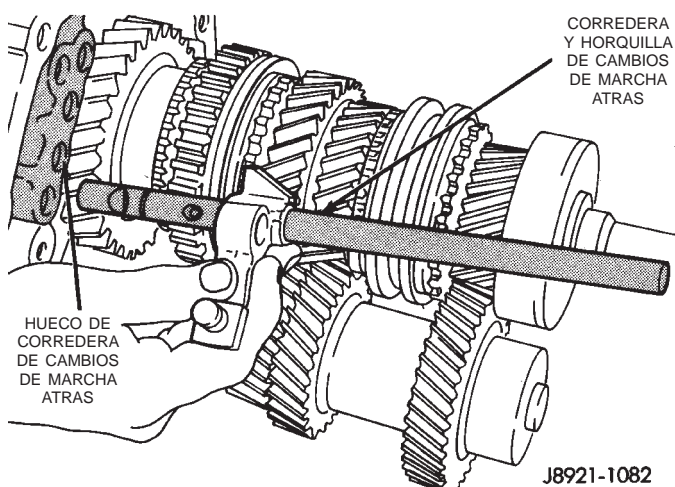
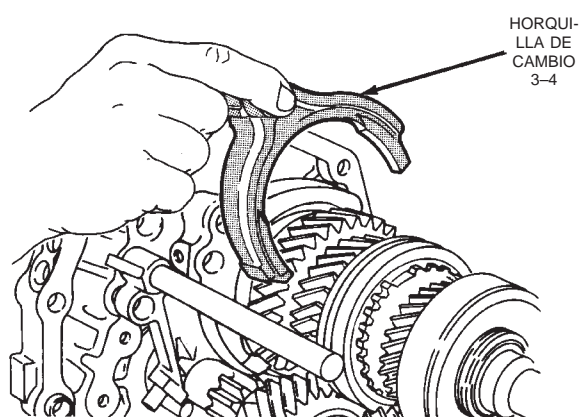

Fig. 83 Instalación de corredera de cambios de marcha atrás
Fig. 84 Instalación de horquillas de cambio
(11) Instale la corredera de cambios de marcha atrás en la placa intermedia (Fig. 83).
(12) Instale el anillo en C para fijar la corredera de cambios de marcha atrás dentro de la placa intermedia.
(13) Instale las horquillas de cambio 1-2 y 3-4 dentro de los manguitos del sincronizador (Fig. 84).